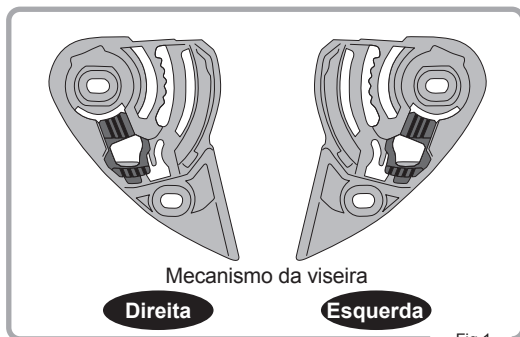

Fig.1
1. Verifique o lado do mecanismo da viseira (Fig.1)